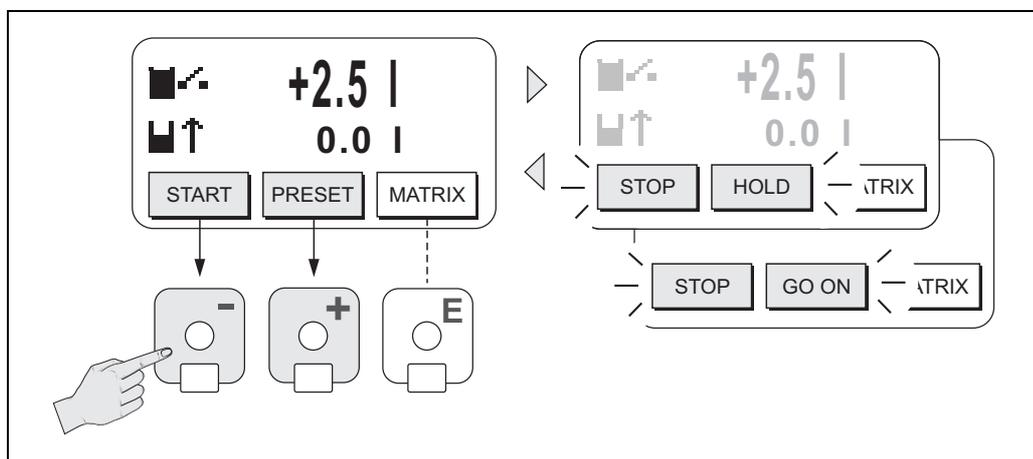

Fig. 46: Controllo dei processi di dosaggio mediante display locale (tasti)
I seguenti "tasti" appaiono quindi sulla riga inferiore del display locale → Fig. 46:
3. Dopo essere usciti dal menu IMPOSTA, il processo di dosaggio può essere attivato premendo "AVVIO (⏏)". Sul display sono visualizzati dei nuovi tasti (STOP / HOLD o CONTINUA). Possono essere usati in qualsiasi momento per terminare, interrompere o proseguire il processo di dosaggio. → Fig. 46